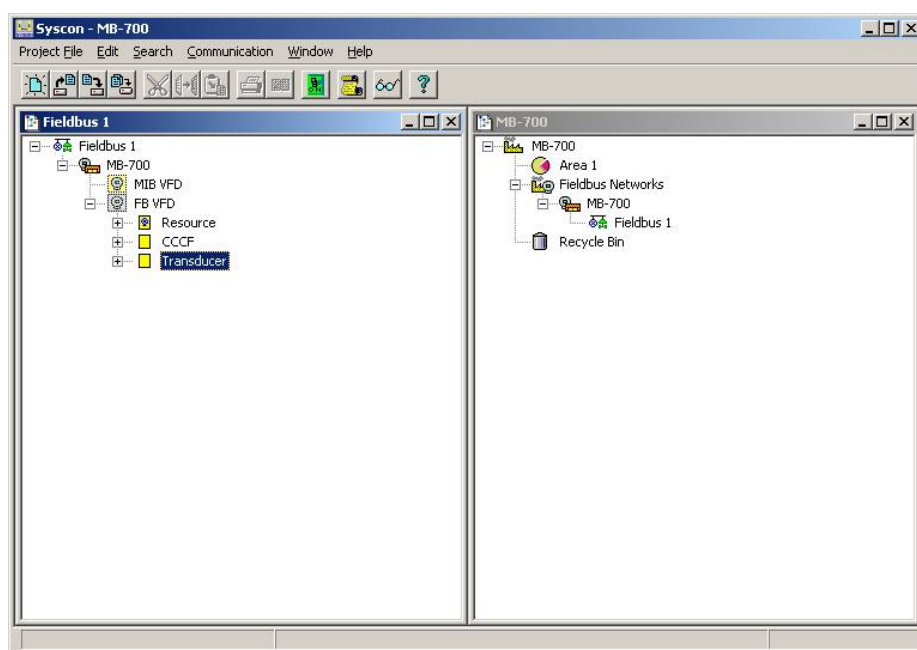

Figura 5.5 – Exemplo Configuração de Blocos do MB-700
- Ao final, uma tela como a Figura 5.5 abaixo deve aparecer no SYSCON.